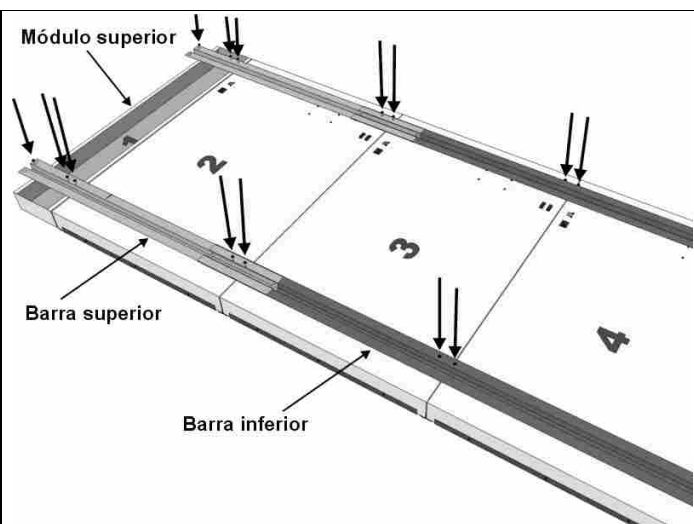

Fig. 8: Unión de módulos y estribos
3. Ponga los módulos con el panel frontal mirando al suelo, siguiendo la numeración indicada en el panel trasero (Fig. 8), para componer el marcador deseado (véanse los distintos modelos en el capítulo 1). Coloque los dos estribos sobre los módulos alineando los agujeros de montaje; fíjelos bien a los módulos con los tornillos incluidos (Fig. 8) usando un destornillador de cruz.